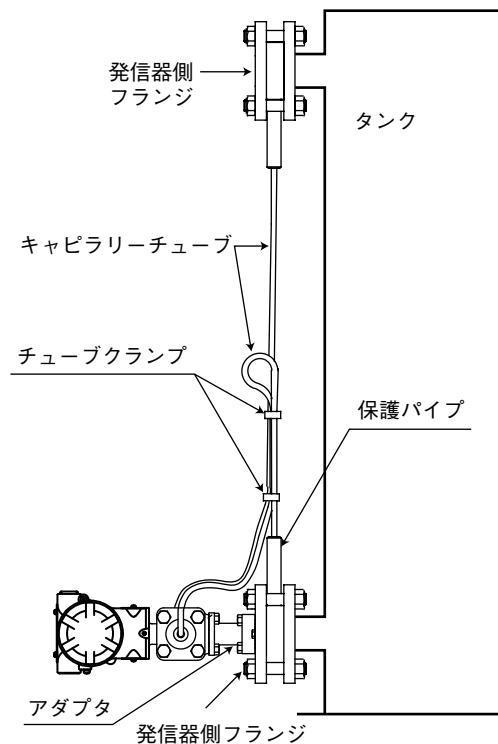

図 2-23 チューブクランプの取り付け
- 図 2-23 のように折り返すキャピラリーチューブをプロセス下部側フランジより上げるには、タンク内圧が大気圧以上であることが条件です。この範囲を外れる場合は、折り返すキャピラリーチューブをプロセス下部側フランジより下げるようにしてください。